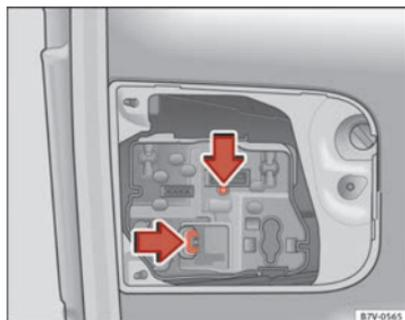

Abb. 213 In der Heckklappe: Lampenhalter herausnehmen.
5. Verriegelungslaschen in Pfeilrichtung drücken ⇒ Abb. 213 und Lampenhalter herausnehmen.